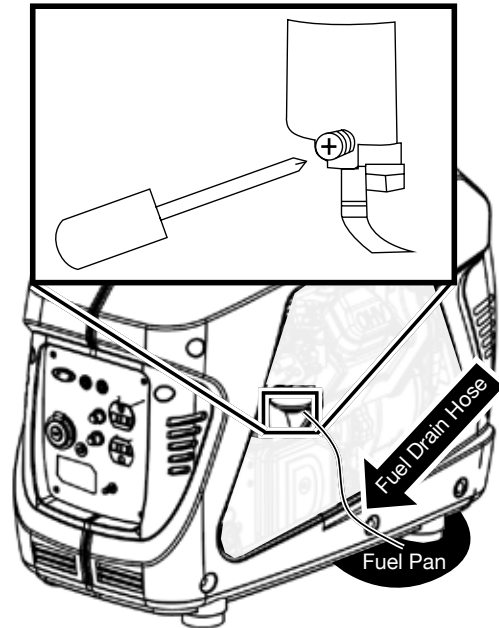

Figure 16: Emplacement de la vis de vidange de carburant et du tuyau de vidange de carburant
2. Localisez le tuyau en plastique transparent du flotteur sortant du bas de l'onduleur et placez un récipient approprié sous celui-ci pour récupérer le carburant égoutté (voir la figure 16).
3. Desserrez la vis de vidange de la cuve à flotteur (voir la figure 16) jusqu'à ce que le carburant s'écoule de la cuve à flotteur.